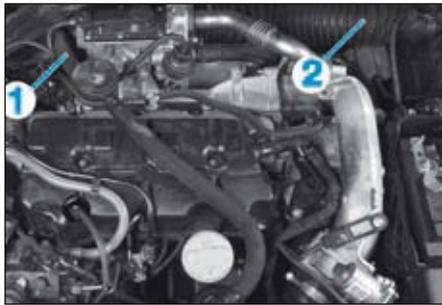

FIG.56
- Désaccoupler et écarter la durit des vapeurs d'huile (1) (Fig.56).
- la durit d'alimentation en air (2),